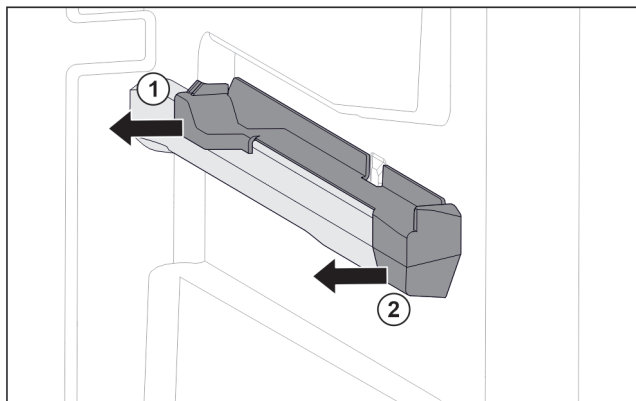

Fig. 108 Pealepisteosa paremal anumaribil
- ▶ Tõmmake pealepisteosa taga küljele maha. Fig. 108 (1)
- ▶ Tõmmake pealepisteosa ees küljele maha. Fig. 108 (2)